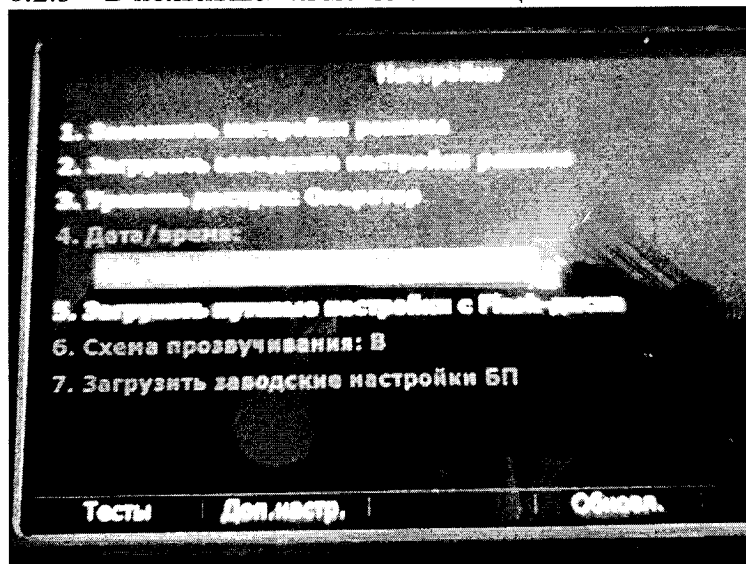

Рисунок 1.
8.2.3 В появившемся меню с помощью клавиши F1 выбрать вкладку Тесты (Рисунок1).